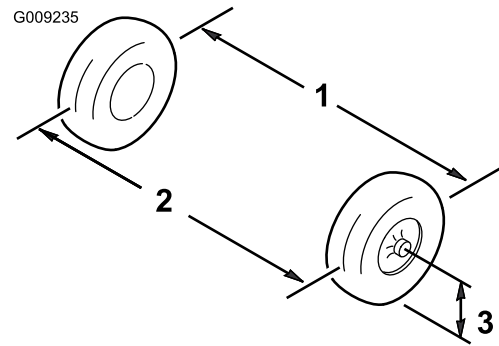

Figura 58
2. Mida la distancia entre los neumáticos delanteros a la altura del eje, en la parte delantera y trasera de las ruedas (Figura 58).